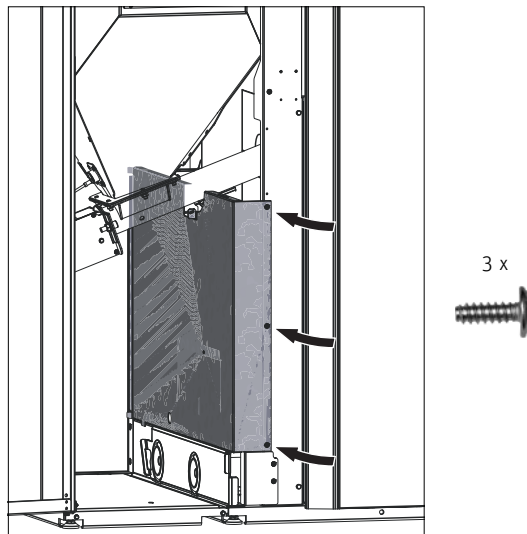

Fig. 101 Berührungsschutzblech hinten einschieben und vorne festschrauben
- ▶ Berührungsschutzblech hinten bei Rückwand einschieben und vorne mit 3 Blechschrauben befestigen – Fig. 101.